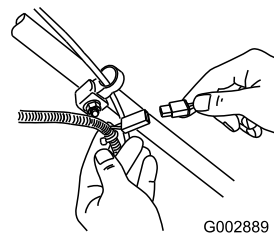

Figure 22
1. Branchez le chargeur sur le faisceau de câblage situé sous la clé de contact (Figure 22).